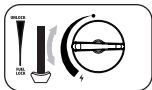

Fig. 5
6. Ajuste a roda para a posição desejada (fig. 5). Nunca coloque a alavanca do cartucho (6) na posição "UNLOCK" durante a sua utilização.